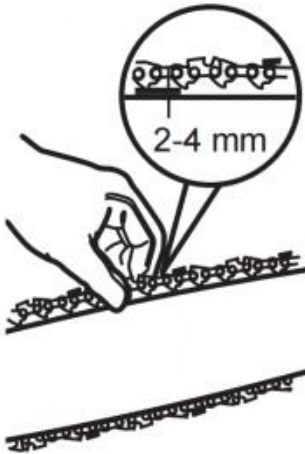

Fig. 15
1) Überprüfen Sie die Kettenspannung, indem Sie die Sägekette (C12) mit einer Hand gegen das Gewicht des Produkts anheben. Die richtige Kettenspannung ist erreicht, wenn sich die Sägekette um ca. 2 - 4 mm von der Führungsschiene (C13) in der Mitte entfernt (Abb. 15).